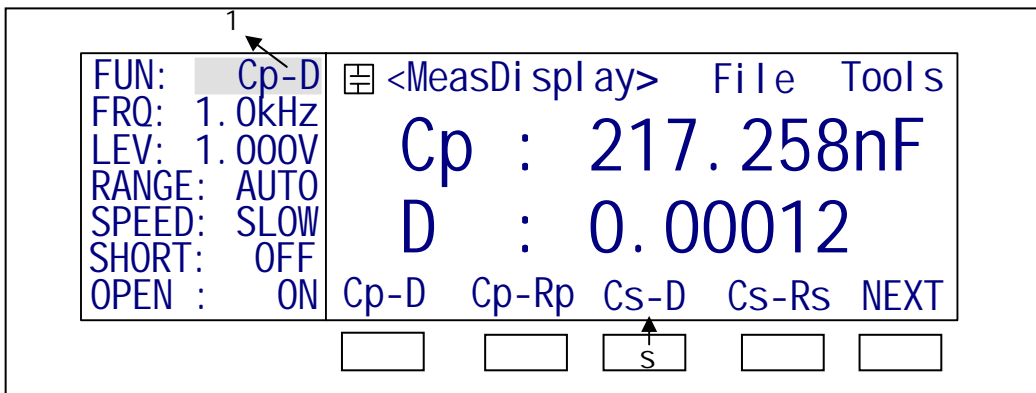

图 4-2 软键选择示例
- 选择和按下一个软键, 那么对应于这个软键的显示区域的内容将在反白条所在处显示, 如图 4-2 所示, 如果按下 S 软键, 那么箭头 1 所指的区域将显示 Cs-D。如果反白区域可支持数字输入, 则可以用数字键和 **ENTER** 来输入数据。